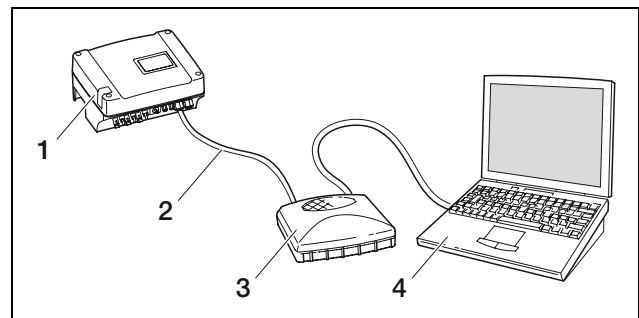

Abbildung 23: Wechselrichter und Computer mit Netzwerkkabeln und Switch verbinden
- a) über ein lokales Netzwerk (Switch und Ethernetkabel, siehe Abbildung 23) verbinden oder